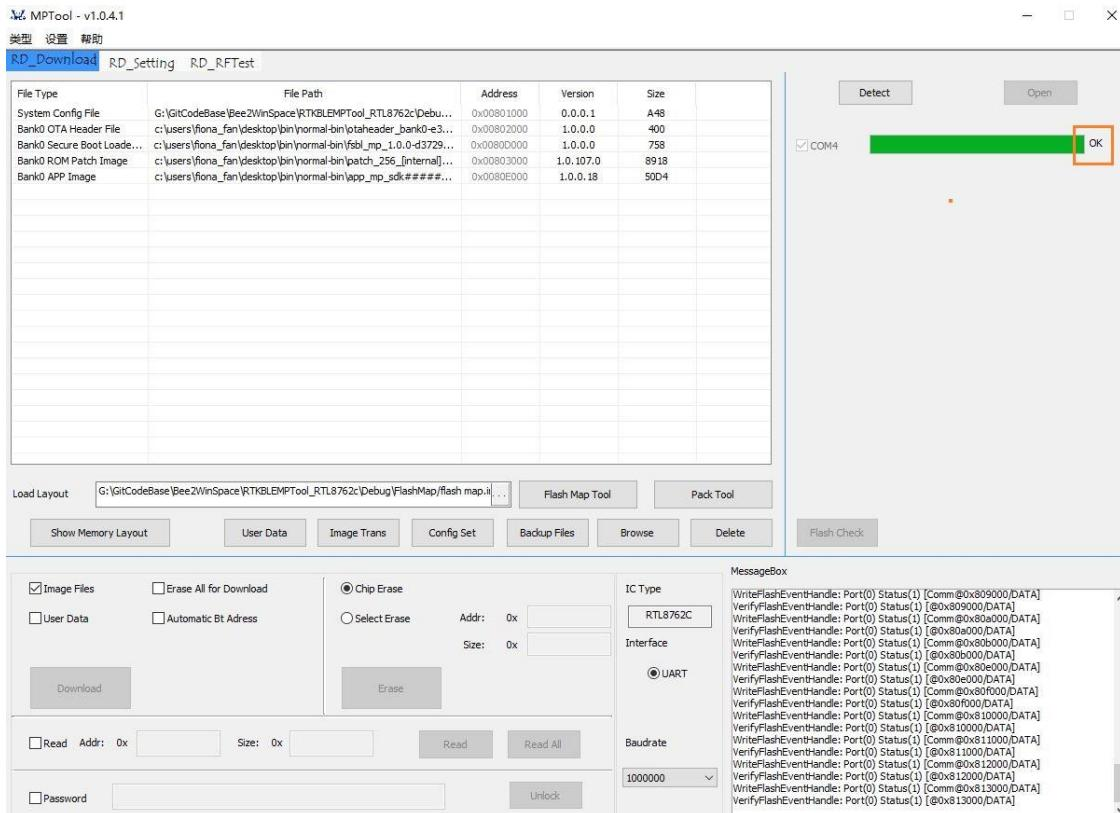

图 8-16 UART 下载
9) 点击“Download”按钮开始下载，如图 8-16 所示。